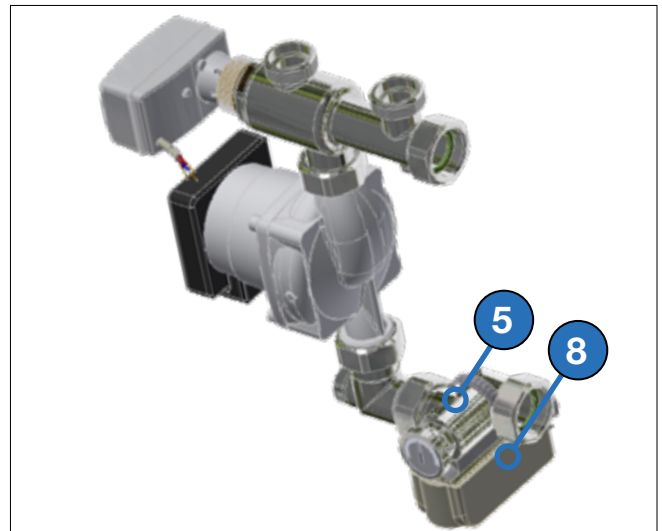

Abb. 8-2
2. Exzenter (5, Abb. 8-2) drehen.
3. Temperaturbegrenzer (8, Abb. 8-2) auf den Exzenter montieren.